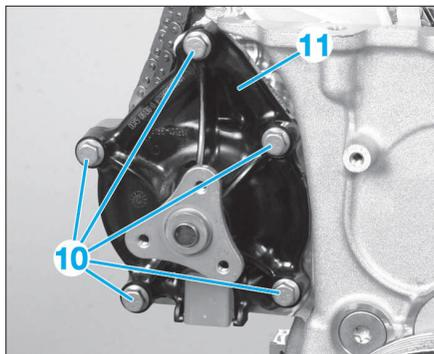

FIG. 27
- Déposer les vis (10) de la pompe à eau (11) (Fig.27).
- Pour la suite de la méthode, procéder dans l'ordre inverse de la dépose et serrer la vis (10) à  $2,5 \pm 0,2$  daN.m.